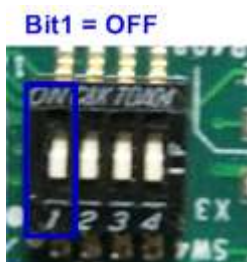

図 1-8 ArriaV GX スタータ開発キットの場合 SW4 の Bit1 を OFF
b) ArriaV GX スタータ開発キットの場合、図 1-8 のように SW4 の Bit1 を OFF とします。